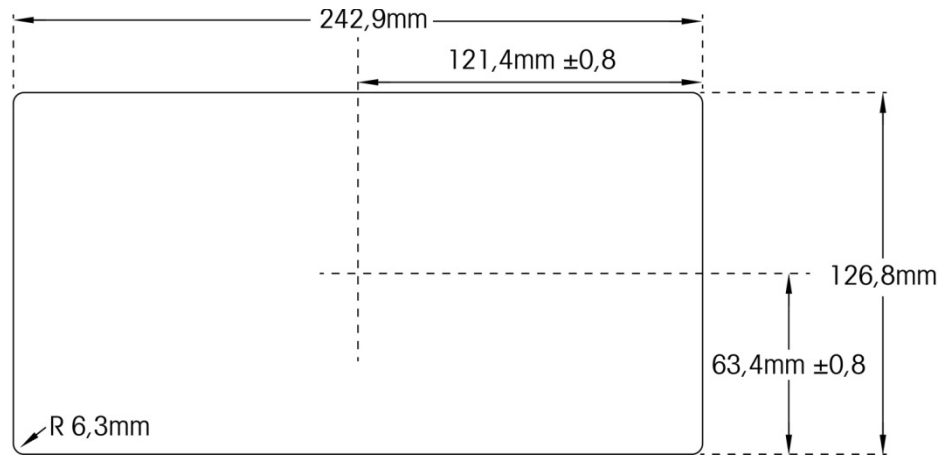

Abbildung 2-10: Maße der Aussparung in der Montagewand
4. Schneiden Sie eine Öffnung in die Wand bzw. das Schaltschrankgehäuse entsprechend den Aussparungsabmessungen, die in Abbildung 2-10 in Millimeter und Zoll angegeben sind.